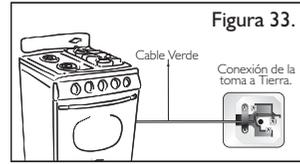

Figura 33.
- Para las estufas tome el cable verde que sale de la parte posterior del producto y conéctelo al toma a tierra de la instalación. En los productos de empotrar, el cable verde-amarillo viene incorporado en el cable entrada de corriente, no es necesaria una conexión adicional (Ver figura 33).